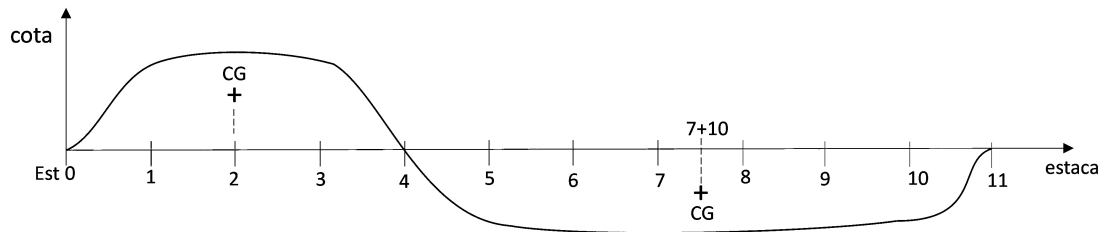

Figura 3 – Perfil longitudinal do terreno natural
O perfil do terreno natural de uma estrada está mostrado na Figura 3, onde estão indicados os centros de gravidade (CG) do corte e do aterro. As cotas vermelhas das estacas estão indicadas na tabela bem como as seções transversais típicas de aterro e de corte apresentadas nas Figuras 4 e 5 respectivamente.